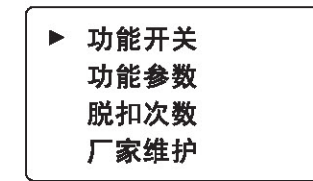

图7
- ◎功能设置：按【菜单】键进入菜单选择界面，如图7，选择相应的菜单，再按【菜单】键进入相应的功能设置。